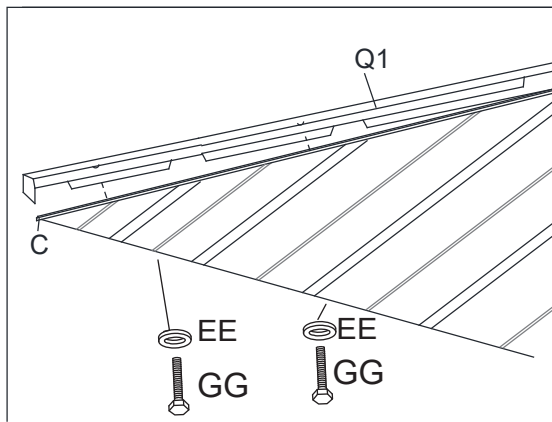

Figure 15-1
15.1. Fixer la garniture d'angle du toit principal (Q1) au support d'angle du toit principal (H) à l'aide des boulons (GG) et de la rondelle (EE). Répétez l'opération pour tous les coins. Serrez tous les boulons. Voir les figures 15.1 à 15.3.